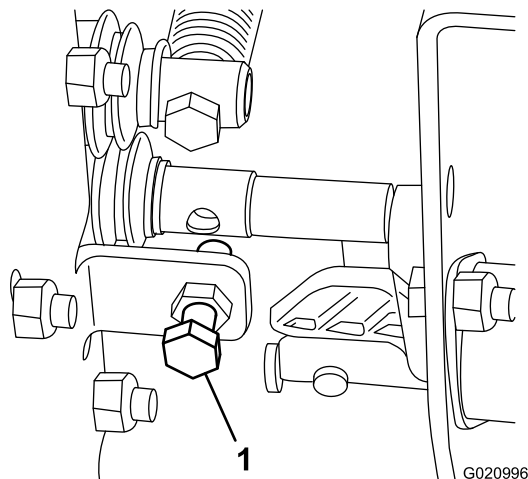

Figure 17
- Si la vitesse de levage de la machine est insuffisante ou excessive, ajustez le boulon indiqué à la Figure 17.